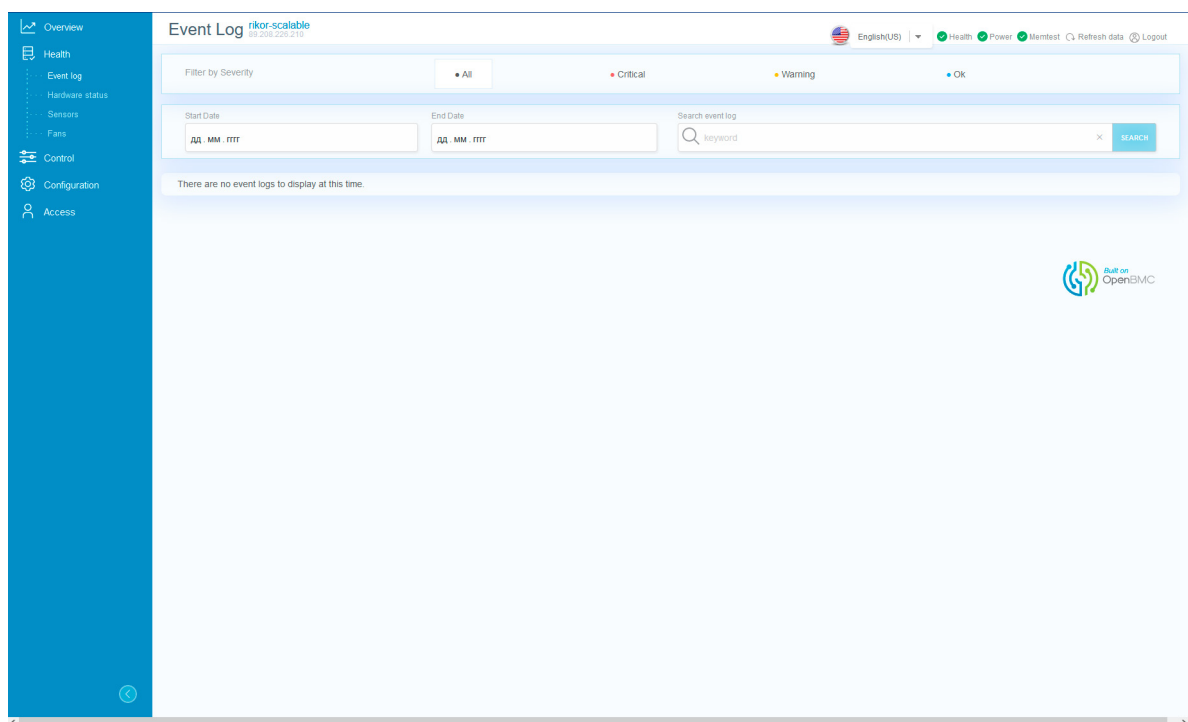

Рис. 68. Окно «Event log»
- 2) Пройдите во вкладку «Health» → «Event log» в данной вкладке отображены все события произошедшие в сервере. В поле «Filter by Severity» произведите фильтрацию по степени серьезности события. В поле «Start Date» произведите фильтрацию по дате начала события, в поле «End Date» произведите фильтрацию по дате окончания события, в поле «Search event log» произведите фильтрацию по ключевым словам события. Окно показано на рис. 68 Окно «Event log»